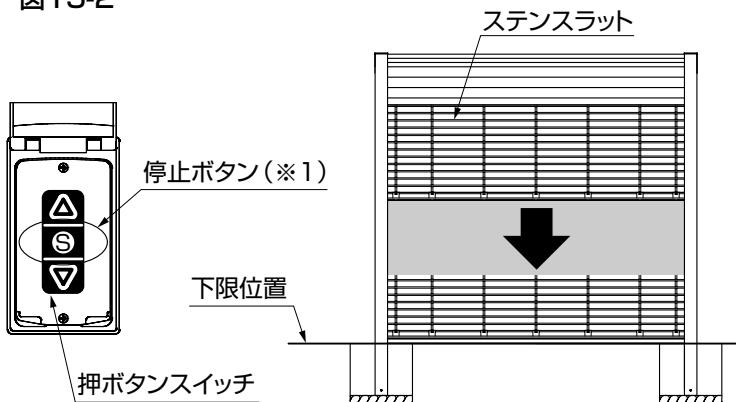

図15-3
- 押ボタンの開放ボタンを押す前に警報音が消えてしまった場合は、再度②に戻って停止ボタンを押して、上限(リミット)設定モードに設定してください。
- 押ボタンスイッチの停止ボタン(*1)を3秒間押し続けてください。(図15-3参照)